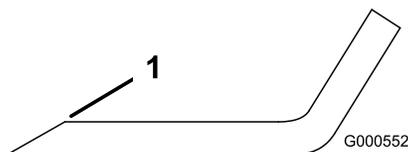

Figura 55
- Utilice una lima para afilar el filo de corte en ambos extremos de la cuchilla (Figura 55).
Nota: Si la cuchilla no está equilibrada, rebaje algo del metal en la parte de la vela solamente con una lima (Figura 55).